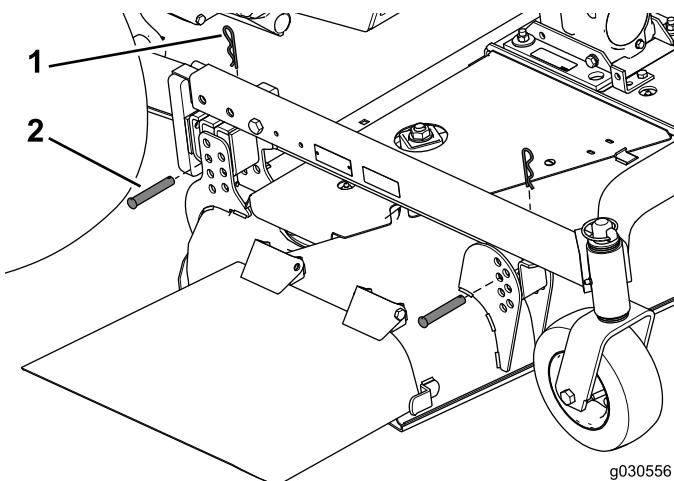

図 24
- クレビスピンドルとヘアピンで、刈り込みデッキをキャリアフレームに固定する図24。